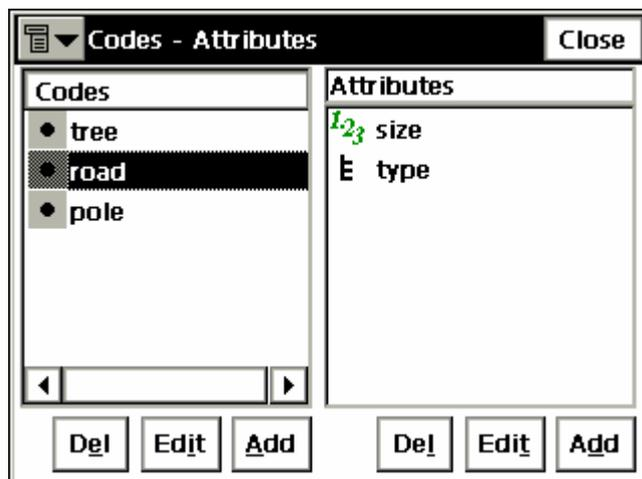

Рисунок 4-20. Коды - Атрибуты
4. Чтобы удалить код или атрибут, выделите его в списке и нажмите соответствующую кнопку **Del (Удалить)** (рис. 4-20 на стр. 4-16). Коды, использованные с точками, а также соответствующие им атрибуты удалены быть не могут.